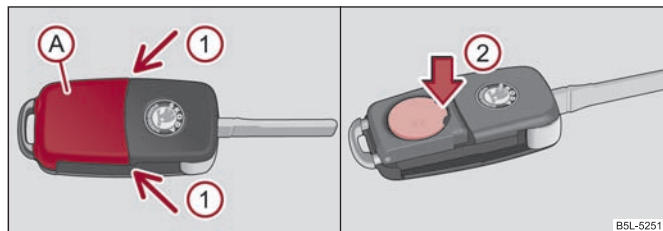

Fig. 31 Llave de radiotelemando - retirar la tapa / retirar la batería
Cada llave principal de radiotelemando contiene una batería que está alojada debajo de la tapa (B) ⇒ fig. 31. Si la batería está descargada, después de pulsar una tecla del radiotelemando, no parpadea el testigo de control rojo (A) ⇒ fig. 30. Cambie la batería de la siguiente forma:
- Quite la tapa presionándola en la posición de las flechas (1) con mucho cuidado.
- Retire la batería descargada de la llave presionándola hacia abajo en el lugar de la flecha (2) ⇒ fig. 31.